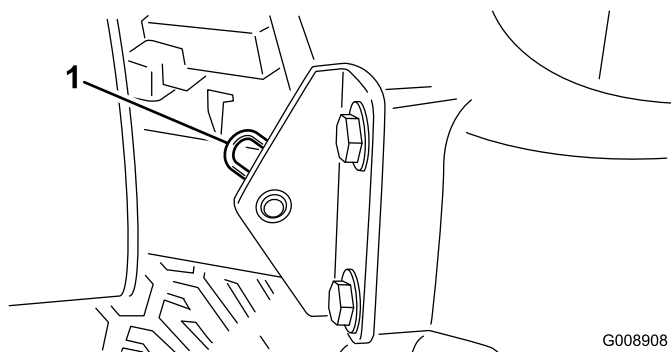

Figura 27
2. Retire el pasador que fija el pivote del capó a los soportes (Figura 27).
Nota: Los acoplamientos engrasados de los rodillos (Figura 27) requieren el uso de un adaptador de boquilla para la pistola de engrasar. Solicite la Pieza Toro N° 107-1998 a su Distribuidor Autorizado Toro.